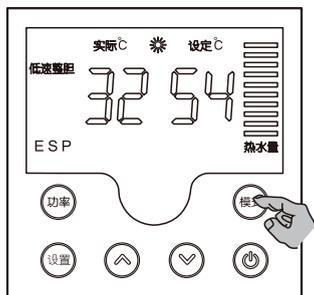

图 10
- ◆ 在开机状态下，连续按“模式”键选择智能运行模式，智能图标“ESP”点亮，热水器进入智能运行模式，如图 10 所示。